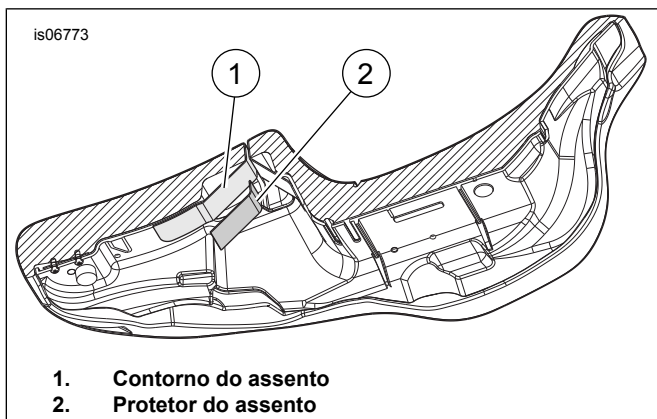

Figura 12. Lado de baixo do assento
13. Veja Figura 12. Observe a forma da superfície que o protetor do assento (2) cobre e suavemente molde o protetor para que se ajuste melhor aos contornos do assento (1).